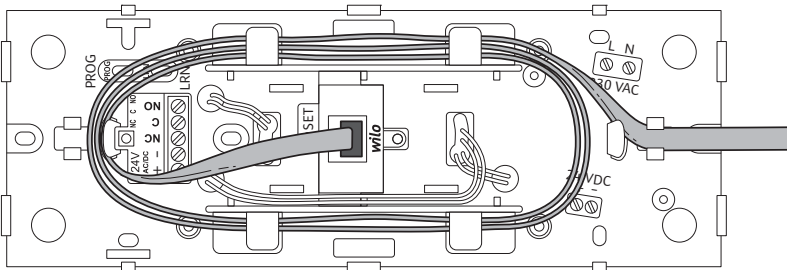

Fig. 25: Pumpenkabel um die Kabelaufwicklung legen
- Das Pumpenkabel an der Vorderseite der Elektronikbox soweit erforderlich um die dafür vorgesehene Kabelaufwicklung legen (Fig. 25).
- Das Pumpenkabel – je nach Bedarf – an den Schmalseiten der Elektronikbox rechts oder links genau auf der Mitte der kurzen Seite herausführen (Fig. 25). Der Deckel der Elektronikbox enthält in der Mitte eine entsprechende Aussparung zur Durchführung des Pumpenkabels.